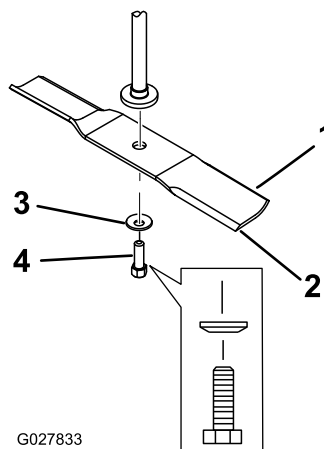

Figure 51
Tenez la lame par son extrémité avec un chiffon ou un gant épais. Enlevez de l'axe, le boulon, la rondelle bombée et la lame (Figure 51).
1. Placez la lame sur l'axe (Figure 51).
2. Montez la rondelle bombée (face concave vers la lame) et le boulon de lame (Figure 51).